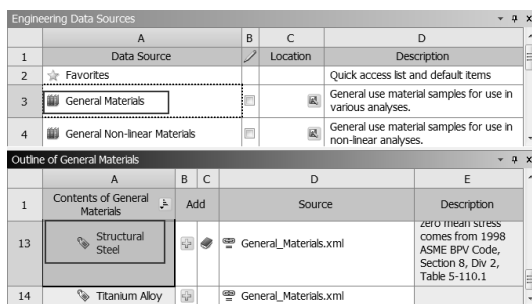

图 5-66 添加材料
Step3：在 Engineering Data Sources 表中选择 A3 栏 General Materials 选项，然后单击 Outline of General Materials 表中 A13 栏 Structural Steel（结构钢）后的 B13 栏的 （添加）按钮，此时在 C13 栏中会显示 （使用中的）标识，如图 5-66 所示，标识材料添加成功。